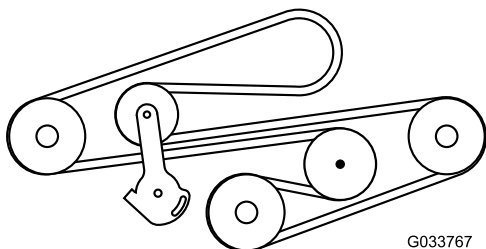

Figura 72
9. Instale la correa, enrutándola como se muestra en Figura 72.